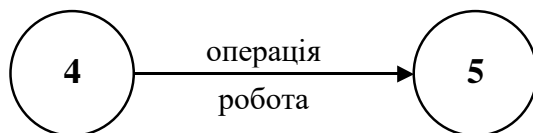

Рисунок 3.1 - Схема позначення події і реальної роботи
**Подія** – визначає початок або закінчення операції (роботи), подія не потребує витрат часу і ресурсів. Позначається – колом (рисунок 3.1).
**Операція** (робота) – реальна дія при якій витрачається час, робоча сила, використовується обладнання або інші ресурси. Позначається стрілкою, яка з'єднує дві події (рисунок 3.1).